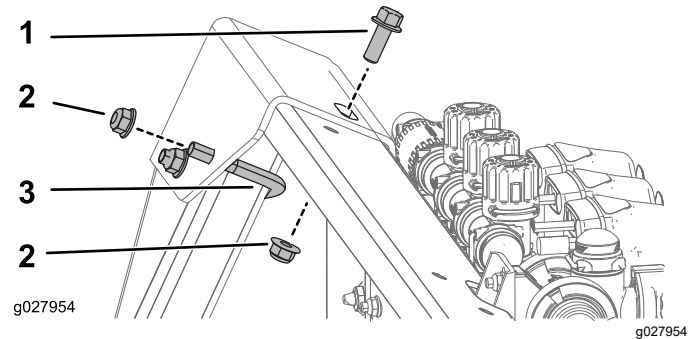

Figura 10
2. Sujete la parte trasera del soporte superior con un perno en U, 1 perno (3/8"-16 × 1") y 3 tuercas con arandela prensada (3/8"-16), como se muestra en la Figura 10.